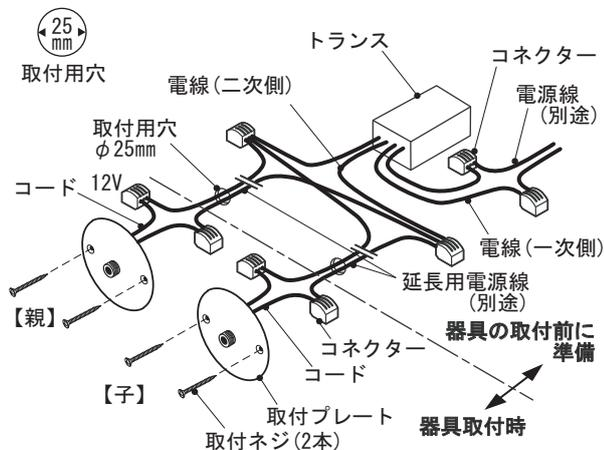

図8
- ・屋外で使用する場合は、防水の為にオプションのグローブ用パッキンと取付プレート用パッキンを使用してください。(図8・9参照)